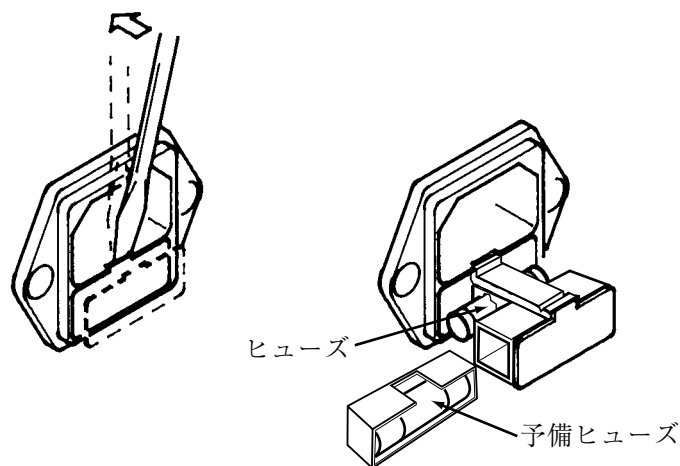

図 5-1 ヒューズホルダの外し方
3. 図 5-1 のようにマイナスドライバなどでヒューズホルダを外します。